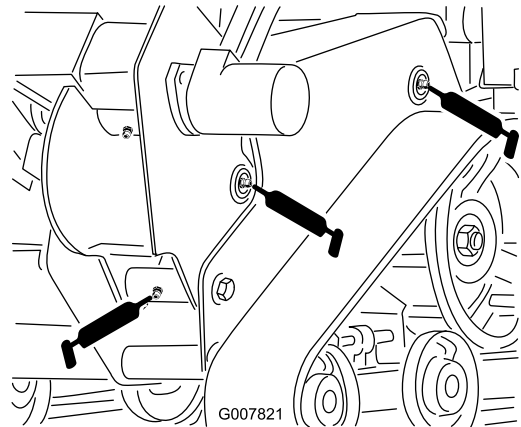
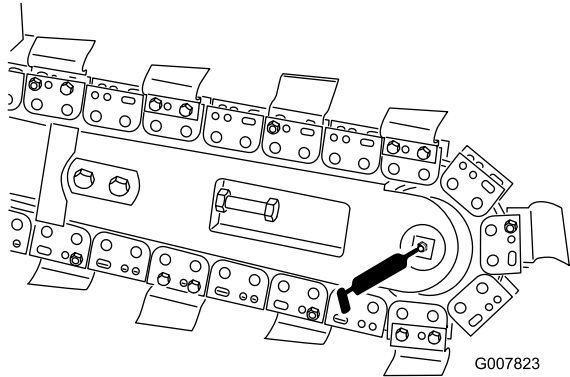

Bild 22
Bild 24
4. Setzen Sie die Fettpresse nacheinander an allen Nippeln an (Bild 22 und Bild 24).